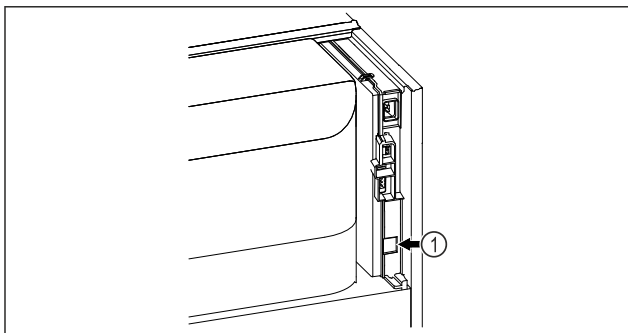

Fig. 167
- SmartModule Fig. 167 (1) è inserito.